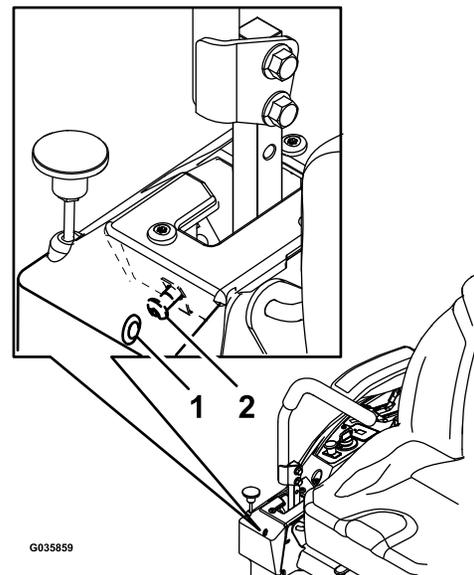

Figura 59
6. Se la macchina punta a destra, inserite una chiave esagonale da 3/16" nel foro di accesso del pannello di copertura anteriore destro e ruotate la vite di puntamento in senso orario o antiorario per regolare la corsa della leva (Figura 59).
7. Se la macchina punta a sinistra, inserite una chiave esagonale da 3/16" nel foro di accesso del pannello di copertura anteriore destro e ruotate la vite di puntamento in senso orario o antiorario per regolare la corsa della leva (Figura 59).